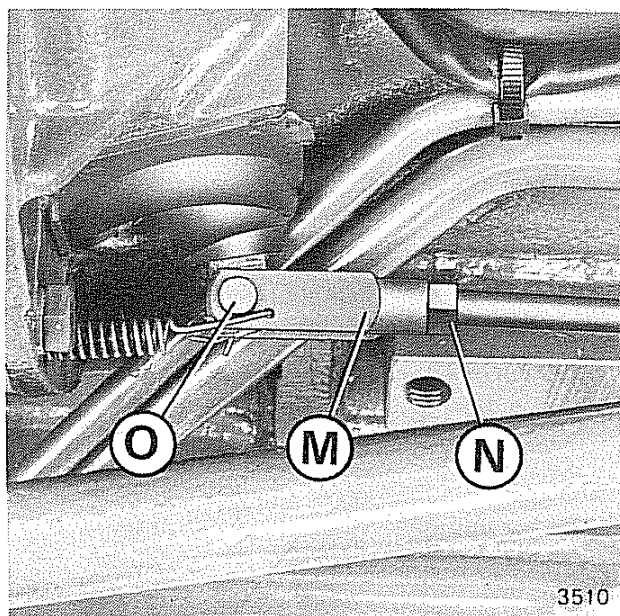

Fig. 44 - Registrazione frizione
- Separare la forcella **M** (fig. 44) dalla leva, sfilando il perno **O**.